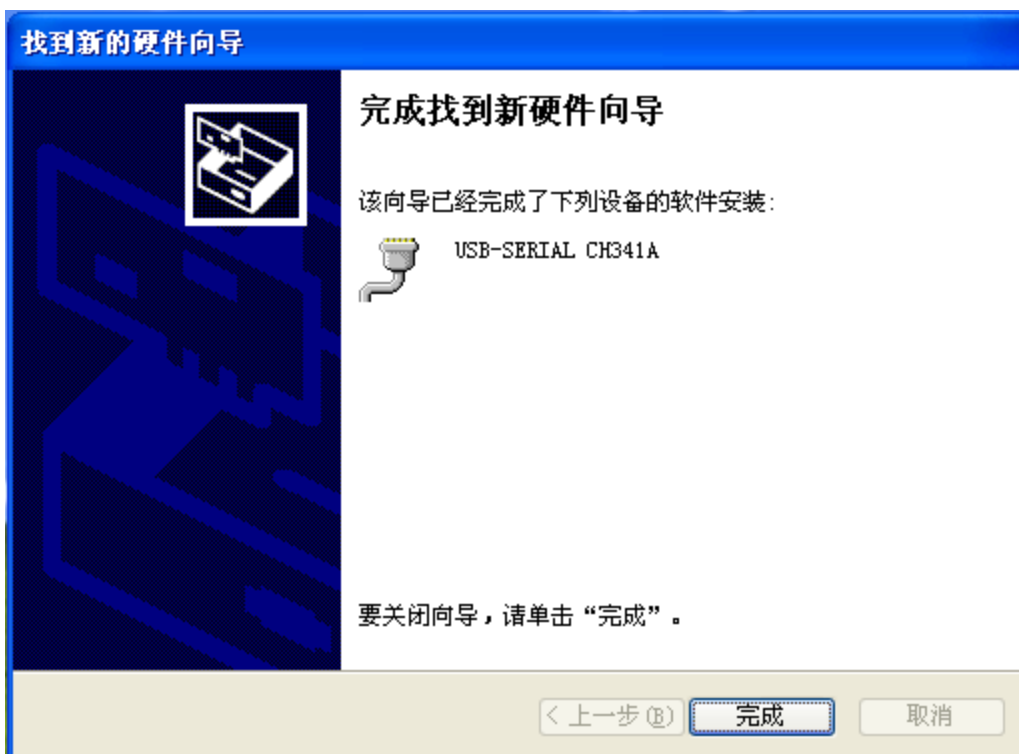

图 2-3
5. 系统会自动从光驱上搜索到驱动文件，完成后给出图 2-3 所示的窗口，安装驱动完成。